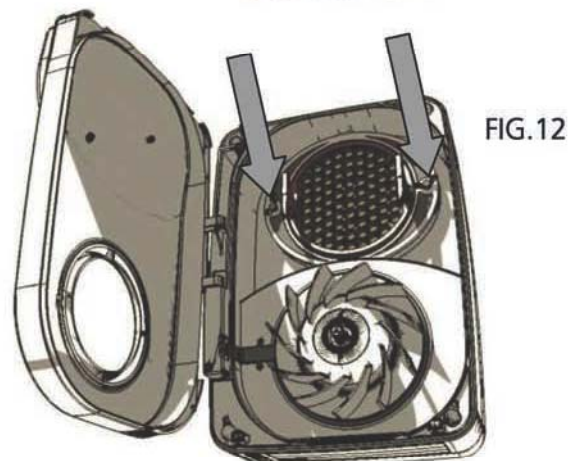

FIG.12
- 10- Remettre le collier de maintien et bloquer avec les 2 vis de fixation (FIG 12)